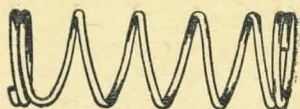

Рис. 20. Пружина подвижной трубки
**Пружина подвижной трубки** (рис. 20), упираясь задним концом в уступ центрального канала барабана, а передним — в уступ подвижной трубки, стремится выдвинуть трубку вперед, но так как трубка упирается концом в переднюю стенку